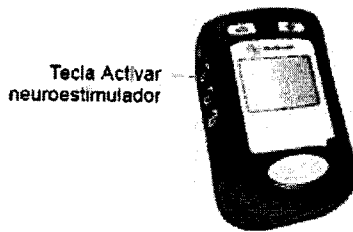

Figura 6.5 Tecla Activar neuroestimulador.
2. Mantenga el programador del paciente sobre el neuroestimulador con la pantalla del programador orientada hacia fuera y pulse la tecla **Activar neuroestimulador**  (Figura 6.5).